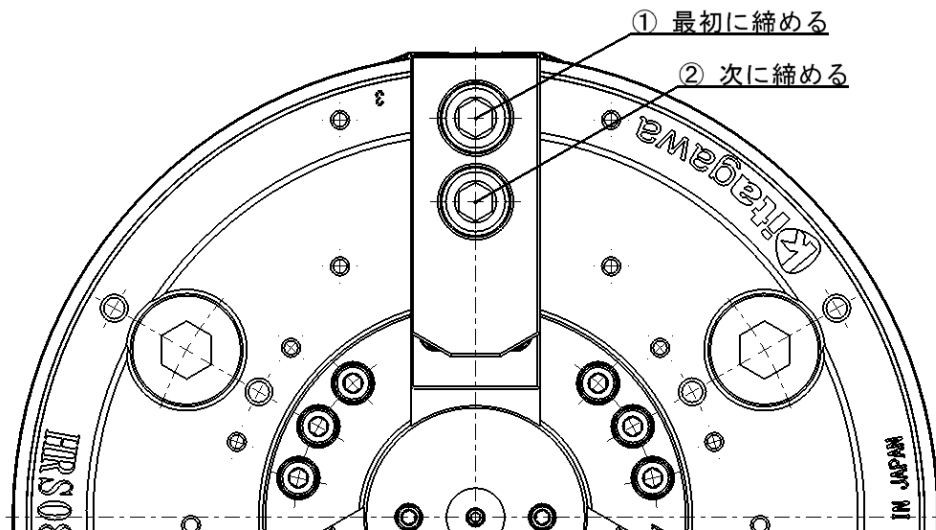

図 11-2 ジョー取付ボルトの締め付け順序
- Tnut-Plus の取付再現性を長期間安定して維持するため、ジョー取付ボルトを締め付ける際は、常にチャック外径側のボルト①から規定トルクで締め付けてください。(図 11-2 参照)